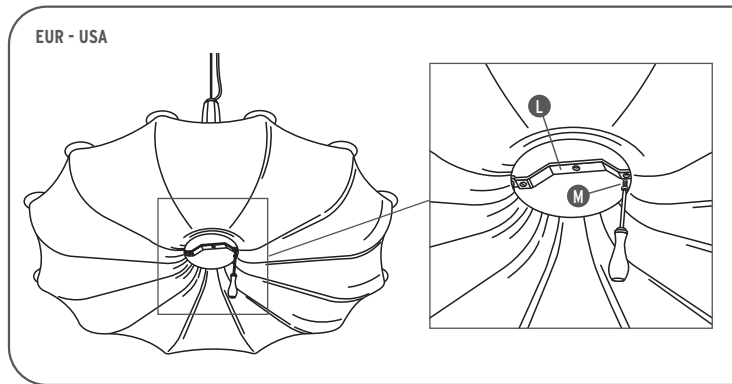

Fig. 3
- <IT> Fig.3 Agganciare il rosone (S) all'attacco a muro (B) inserendo i ganci (T) nelle apposite sedi (U).
- <GB> Fig.3 Hook the ceiling rose (S) to the wall attachment (B) by inserting the hooks (T) into their proper places (U).
- <DE> Abb.3 Rosette (S) durch Einfügung der Haken (T) in ihre vorgesehenen Sitze (U) an der Wandbefestigung anhaken.
- <FR> Fig.3 Accrocher la rosace (S) à l'attache murale (B) en insérant les crochets (T) dans les logements (U) prévus.
- <ES> Fig.3 Enganchar el rosetón (S) a el ataque pared (B) insertando los ganchos (T) en sus sedes (U).
- <PT> Fig.3 Enganchar a copinha (S) a ligação a parede (B) inserindo os ganchos (T) nos locais apropriados (U).
- <RUS> Рис.3 Закрепить розетку (S) к настенному креплению (B), вставляя крючки (T) в специальные гнезда (U).
- <J> 図 3. 留め金 (T) を所定の位置 (U) に挿入しながらロゼット (S) をフランジ (B) に掛けます。